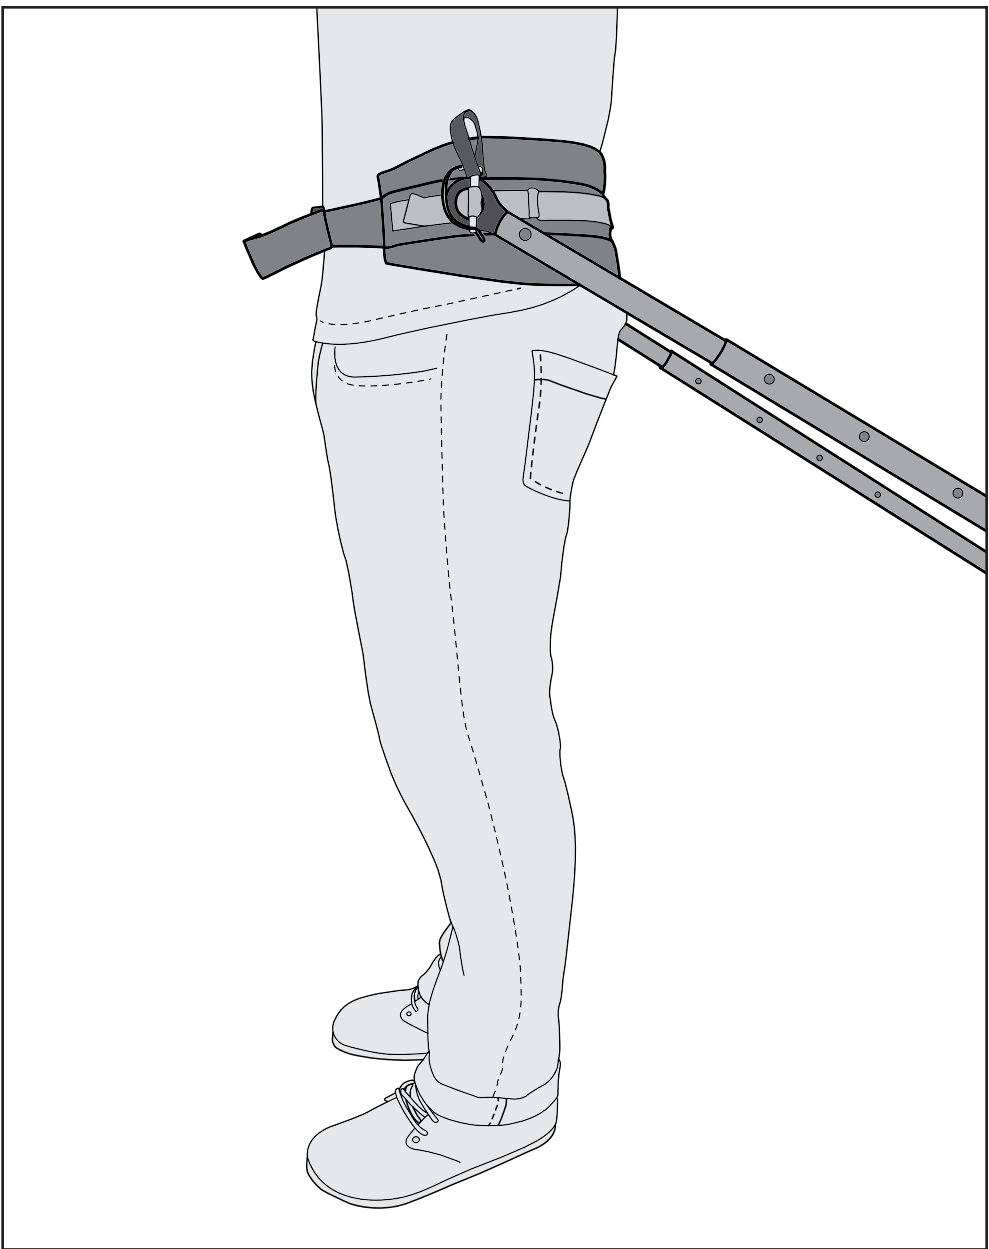

FIGURE 6
6. To attach towing pole to harness, unclip retaining pins on waist belt. There are three webbing loops on either side of the waist belt. Choose the webbing loop that centers plastic eyelet on hips (Figure 6). Pull desired webbing loop through the black plastic eyelet on towing pole. Slide retaining pin through webbing loop, resting on top of plastic eyelet, and close retaining pin to secure towing pole to harness. Repeat on opposite side.
6. Um den Zugstock am Gurt zu befestigen, öffnen Sie die Haltestifte am Hüftgurt. Es gibt je drei Gurtschlaufen auf beiden Seiten des Hüftgurts. Wählen Sie die Gurtschlaufe, mit der sich die Kunststofföse mittig auf die Hüfte bringen lässt (Abbildung 6). Ziehen Sie die gewünschte Gurtschlaufe durch die schwarze Kunststofföse am Zugstock. Schieben Sie den Haltestift durch die Gurtschlaufe, sodass er auf der Kunststofföse zu liegen kommt, und schließen Sie den Haltestift, um den Zugstock am Gurt zu befestigen. Wiederholen Sie diese Schritte auf der anderen Seite.
6. Pour arrimer la perche de traction au harnais, détachez les tiges de retenue de la ceinture. La ceinture est pourvue de trois boucles de sangle de chaque côté. Choisissez celle qui permet de centrer l'œillet en plastique sur les hanches (Figure 6). Passez la boucle de votre choix dans l'œillet en plastique noir de la perche de traction. Faites glisser la tige de retenue par la boucle, en la faisant reposer sur l'œillet en plastique, puis fermez la tige de retenue de sorte à sécuriser la perche de traction sur le harnais. Recommencez de l'autre côté.